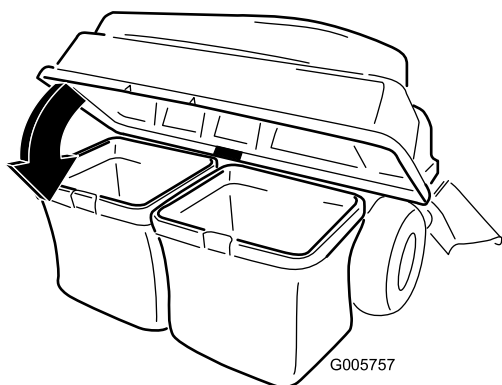

Figure 19
3. Abaissez le couvercle du système de ramassage sur le bac (Figure 19).